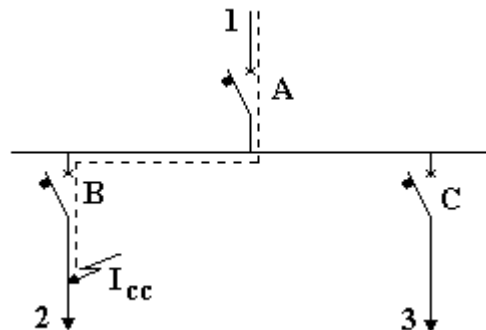

Fig. 1 - Distribuzione radiale. Collegamento in cascata degli interruttori
In pratica la protezione selettiva fra due interruttori A e B, disposti in serie in una distribuzione radiale (fig. 1), si realizza quando per un guasto nella conduttura a valle (per esempio la 2) interviene solo l'interruttore B immediatamente a monte del punto di guasto, mentre l'interruttore A (seppur interessato dalla corrente di guasto) non interviene, consentendo così il regolare funzionamento della conduttura a monte 1 e di conseguenza di tutte le altre condutture a valle non interessate dal guasto (come per esempio la 3).
- La selettività è totale se si apre solo l'interruttore a valle B, interessato al guasto (fig. 1), per tutti i valori di corrente inferiori o
- La selettività è parziale se si apre solo l'interruttore a valle B (fig. 1) per un valore di corrente di corto circuito inferiore a quello massimo presunto nel punto in cui è installato, mentre per valori superiori si ha l'intervento simultaneo sia di A che di B.